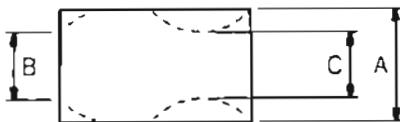

Fig. 4-8
7). Play back the TY-7251 tape and check to see that the flat portion of the envelope is as shown in Fig. 4-8.
7). TY-7251 テープを再生し、エンベロープの平坦度が Fig. 4-8 の状態であることを確認する。